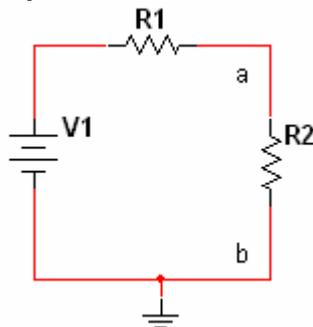

Figura 2.3
- 1.- Montar un divisor de tensión como el de la figura 2.3 con la fuente de tensión ajustable. Medir la corriente que circula por el circuito cuando la tensión de alimentación es 1 V.
- 1.- Montar el circuito de la figura 2.3 con la fuente de tensión de 15 V y medir la tensión en cada uno de los elementos que lo componen (respecto de la masa del circuito).